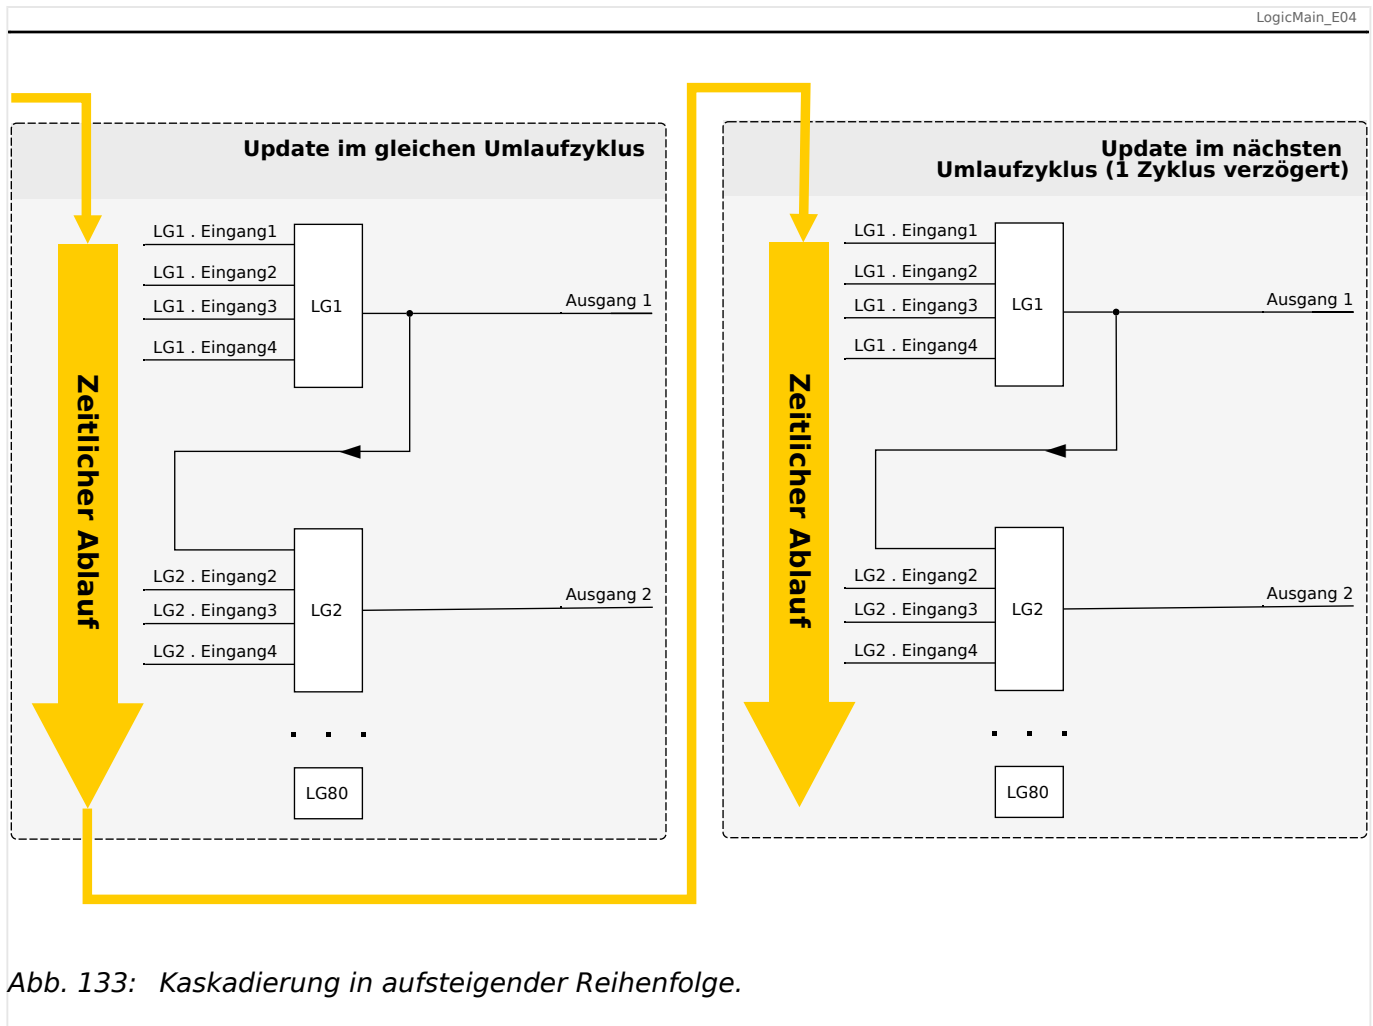
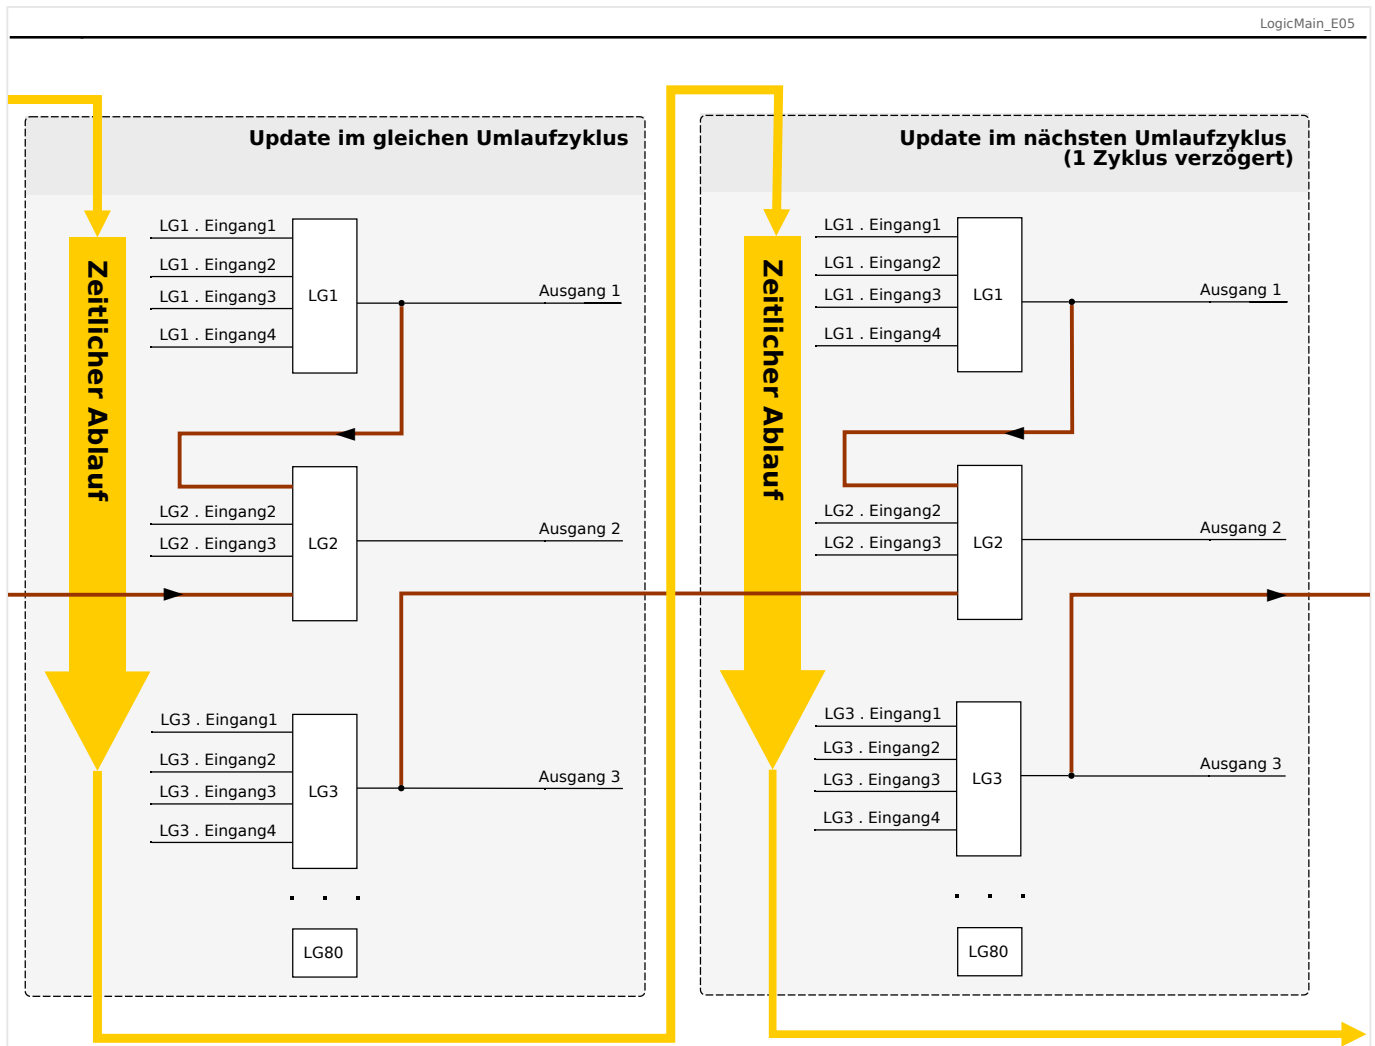

Abb. 133: Kaskadierung in aufsteigender Reihenfolge.
Abb. 134: Kaskadierung in absteigender Reihenfolge.
- Kaskadierung in **aufsteigender** Reihenfolge bedeutet, dass der Ausgang einer Logikgleichung auf den Eingang einer Logikgleichung mit **höherer** Nummer rangiert wird. Das Diagramm  Abb. 133 weiter unten zeigt ein Beispiel, bei dem der Ausgang von LG1 auf einen Eingang von LG2 rangiert wird.
- Kaskadierung in **absteigender** Reihenfolge bedeutet, dass der Ausgang einer Logikgleichung auf den Eingang einer Logikgleichung mit **niedrigerer** Nummer rangiert wird. Das Diagramm  Abb. 134 zeigt ein Beispiel, bei dem der Ausgang von LG3 auf einen Eingang von LG2 rangiert wird.
Bei der Konfiguration des Schutzgerätes bestehen keinerlei Einschränkungen oder Unterschiede zwischen aufsteigender und absteigender Reihenfolge. Da allerdings während der Laufzeit des MRA4 die Logikgleichungen in aufsteigender Reihenfolge ausgewertet werden, haben die resultierenden Ausgangswerte, die am Eingang der Logikgleichung anstehen, ein unterschiedliches „Alter“, wie in  Abb. 133 und  Abb. 134 veranschaulicht wird.
Das in Abb. 134 gezeigte Beispiel zeigt eine Konfiguration von „Logikgleichung 2“, die den Ausgang von zwei weiteren Logikgleichungen, „Logikgleichung 1“ und „Logikgleichung 3“, als Eingangszustände verwendet. Hierbei ist der Ausgang von „Logikgleichung 1“ in aufsteigender Reihenfolge verwendet, sodass der Wert in jeweils demselben Prozesszyklus ermittelt wird. Der Ausgang von „Logikgleichung 3“ wird in absteigender Reihenfolge verwendet, sodass der Wert in dem jeweils vorherigen Prozesszyklus ermittelt wurde.